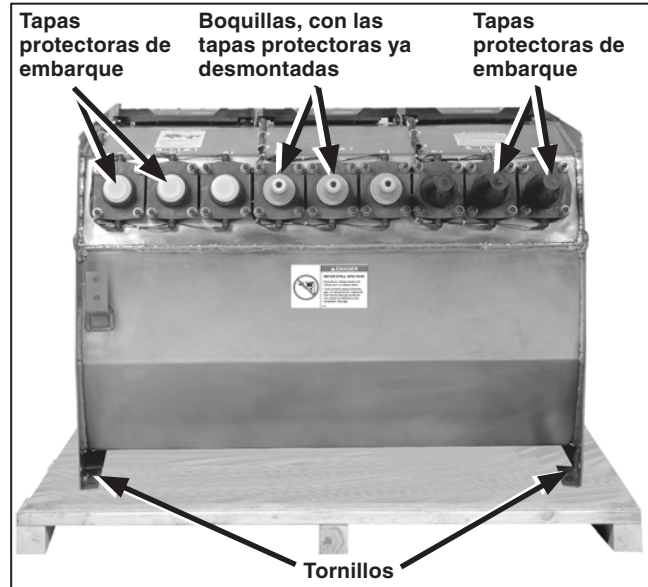

Figura 107. El interruptor va atornillado a la tarima en cuatro puntos para el embarque.
- PASO 1.** Desmonte el interruptor de su tarima y levante el equipo, respetando las medidas de seguridad que se dan en la sección “Manejo” de la página 56. Ver Figura 107.